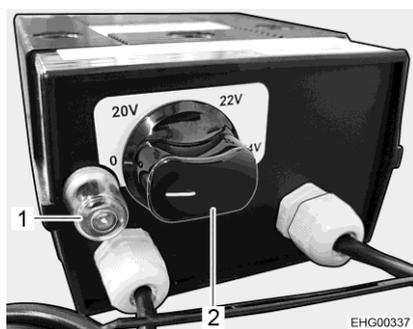

Fig. 119 Regolatore per riscaldamento elettrico del pavimento
- Ruotare il pomello girevole (Fig. 119,2) sulla potenza di riscaldamento desiderata.
Spegnimento: ■ Ruotare il pomello girevole (Fig. 119,2) sulla posizione "0".
In caso di sovraccarico del regolatore, si attiva la protezione contro il surriscaldamento. Il perno (Fig. 119,1) scatta all'infuori.
■ Una volta raffreddato il regolatore, premere il perno (Fig. 119,1) della protezione contro il surriscaldamento.